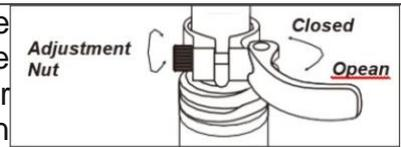

Fig.8 Opening and adjusting a quick release
5. Ouvrez le levier de dégagement rapide de la tige de selle (Fig.8). Insérez la tige de selle dans le tube de selle à une profondeur suffisante pour que la ligne d'insertion minimale ne soit plus visible.